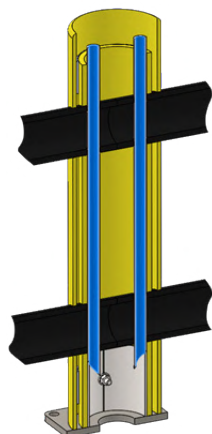

Рисунок 6. Закрепление секций в промежуточном столбе. Фиксирующие трубы на рисунке отмечены синим цветом.
3. Забить фиксирующие трубы диаметром 20 мм для закрепления секции в столбе (рис. 6).
4. Выполнить действия, указанные в пункте 5 алгоритма сборки барьера BRD140. Сечение сложенного барьера BRD140(01) показано на рисунке 7.